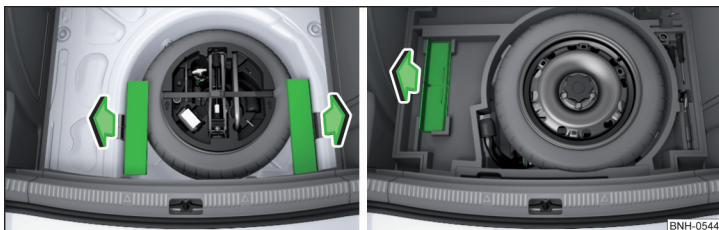
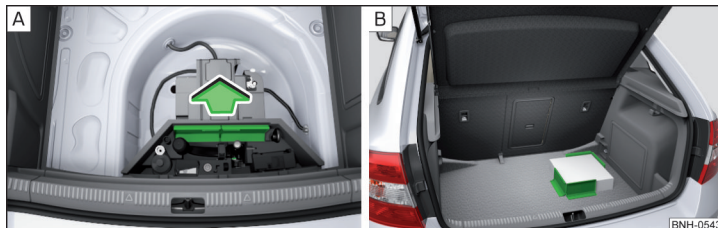

Fig. 95 Scoaterea elementelor Cargo: Varianta 1/varianta 2
Fig. 96 Scoaterea elementelor Cargo: Varianta 3/exemplu de fixare a încărcăturii cu elementele Cargo
- Pentru **utilizare**, scoateți elementele Cargo în sensul săgeților » fig. 95 și » fig. 96 - [A].
- Fixați încărcătura prin intermediul elementelor Cargo pe cât posibil în apropierea locurilor din spate » fig. 96 - [B].